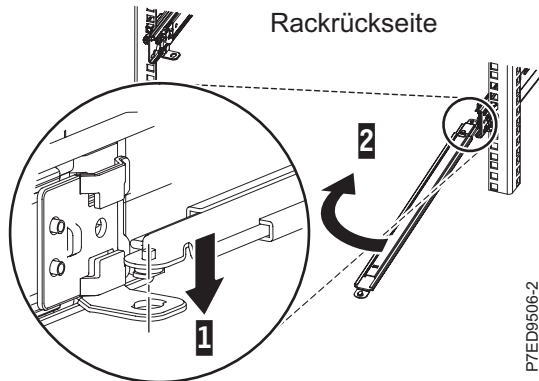

Abbildung 12. Stützarm anschließen
1. Der Kabelträger muss von der Rückseite gesehen an der rechten Seite des Servers installiert werden. Die folgende Abbildung zeigt die Installation auf der rechten Seite. Schließen Sie ein Ende des Stützelements (1) an die rechte Schiene an, damit Sie das andere Ende des Stützelements (2) zur linken Seite des Racks schwenken können (siehe Abb. 12).